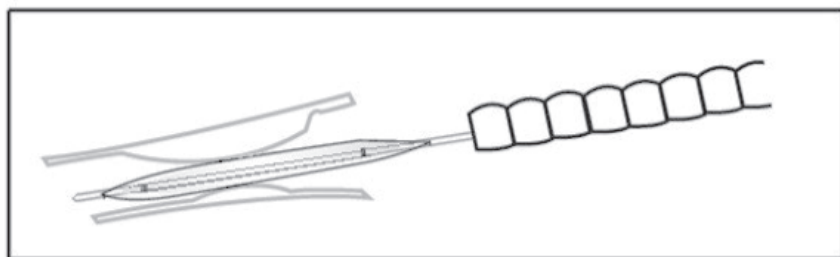

Figura 3
5. Inserire il palloncino nel canale di lavoro dell'endoscopia e farlo avanzare fino a superare la stenosi. Continuate a far avanzare il palloncino fino a raggiungere la posizione desiderata. La posizione può essere verificata mediante fluoroscopia con l'aiuto dei marcatori radiopachi (vedi Figura 3).